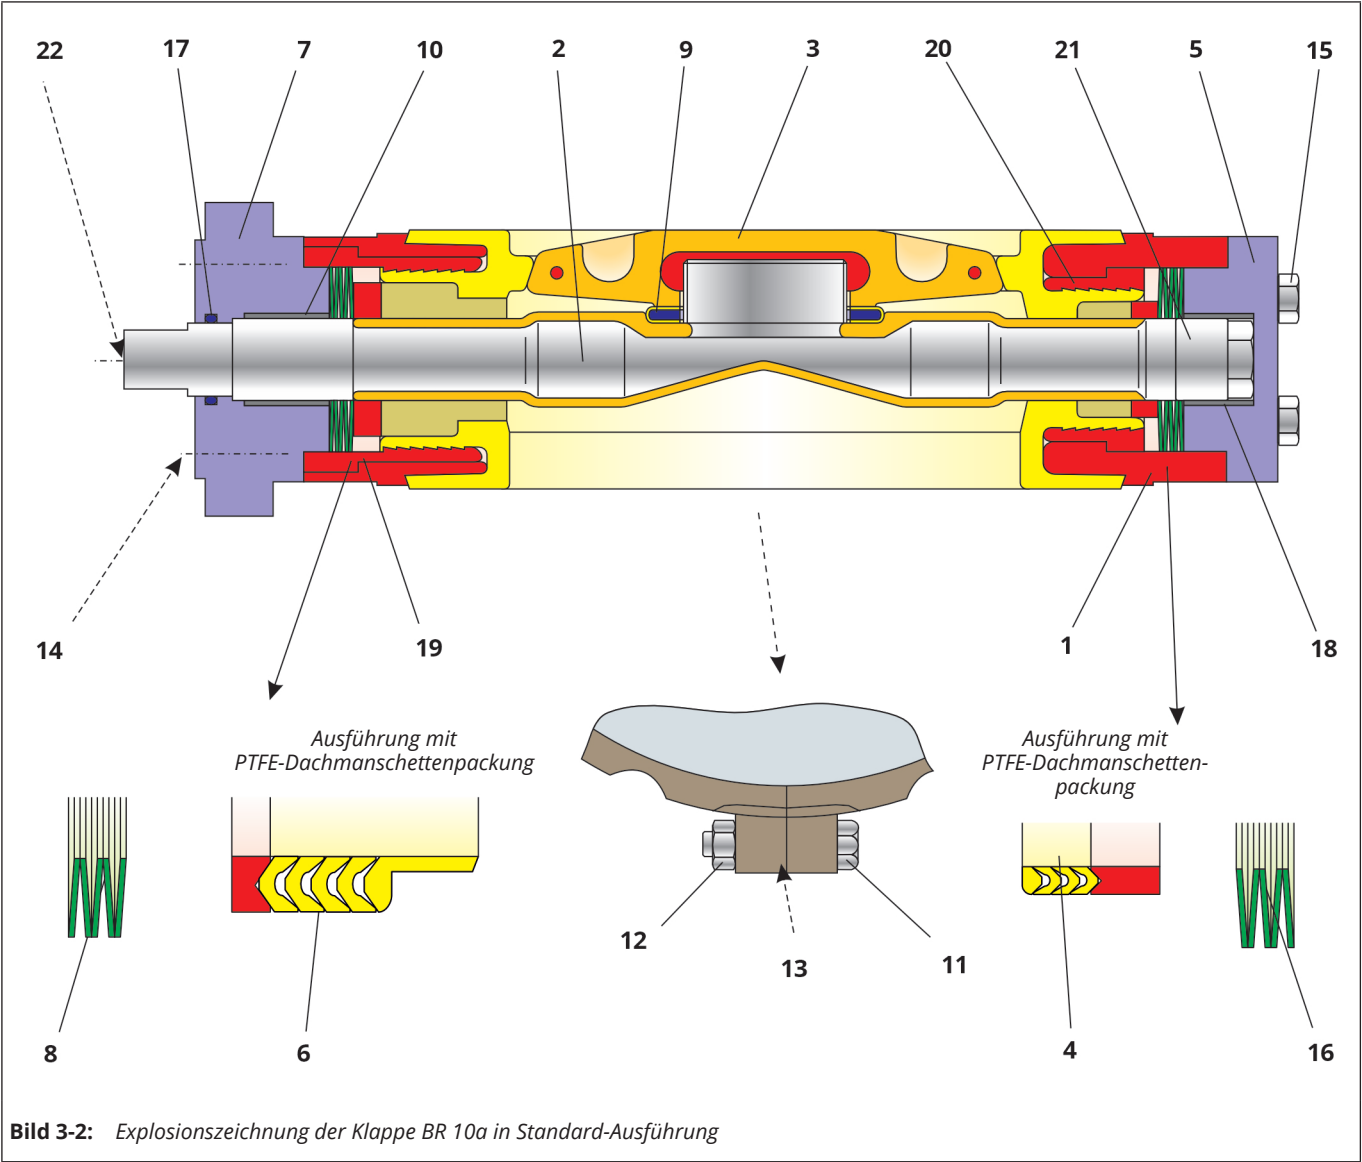

Bild 3-2: Explosionszeichnung der Klappe BR 10a in Standard-Ausführung
- ⇒ Grundring der Dachmanschettenpackung (6) über das freie Wellenende an die entsprechende Stelle im Klappengehäuse (1) mittels einer Montagehülse schieben.
- ⇒ PTFE-Dachmanschettenpackung (6) über die Schaltwelle in die Gehäusebohrung schieben und mit einer Montagehülse andrücken. Anordnung der Dachmanschettenpackung vgl. Bild 3-2.
- ⇒ Tellerfedersatz (8) über die Schaltwelle schieben und an die entsprechende Stelle auf die Packung platzieren. Anordnung der Tellerfedern vgl. Bild 3-2.
- ⇒ Die Lagerbuchse (10) in die Führungsbuchse (7) eindrücken.
- ⇒ O-Ring (17) in die entsprechende Stelle der Führungsbuchse einlegen.
- ⇒ Vormontierte Führungsbuchse sauber auf das Klappengehäuse stecken und mit Schrauben (14) justieren.
- ⇒ Schrauben (14) gleichmäßig und wechselseitig anziehen.
- ⇒ PTFE-Dachmanschettenpackung (4) über die Schaltwelle in die Gehäusebohrung schieben und mit einer Montagehülse andrücken. Anordnung der Dachmanschettenpackung vgl. Bild 3-2.
- ⇒ Tellerfedersatz (16) über die Schaltwelle schieben und an die entsprechende Stelle auf die Dachmanschettenpackung platzieren. Anordnung der Tellerfedern vgl. Bild 3-2.
- ⇒ Lagerbuchse (18) in die Unterbrille (5) eindrücken.
- ⇒ Vormontierte Unterbrille sauber auf das Klappengehäuse stecken und mit Schrauben (15) justieren.
- ⇒ Schrauben (15) gleichmäßig und wechselseitig anziehen.